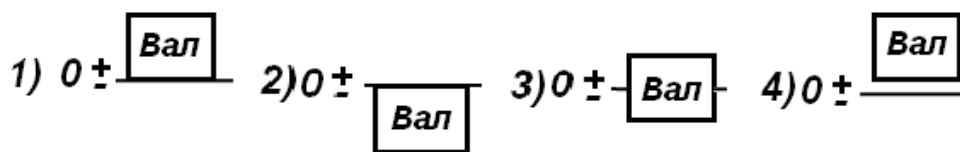

Рис. 1.2. Ескізи до запитання 12
12. На кресленіку вала позначений номінальний розмір з граничними відхилами: $\varnothing 24^{+0,04}$. Яка із наведених схем (рис. 1.2) відповідає цим граничним відхилам?